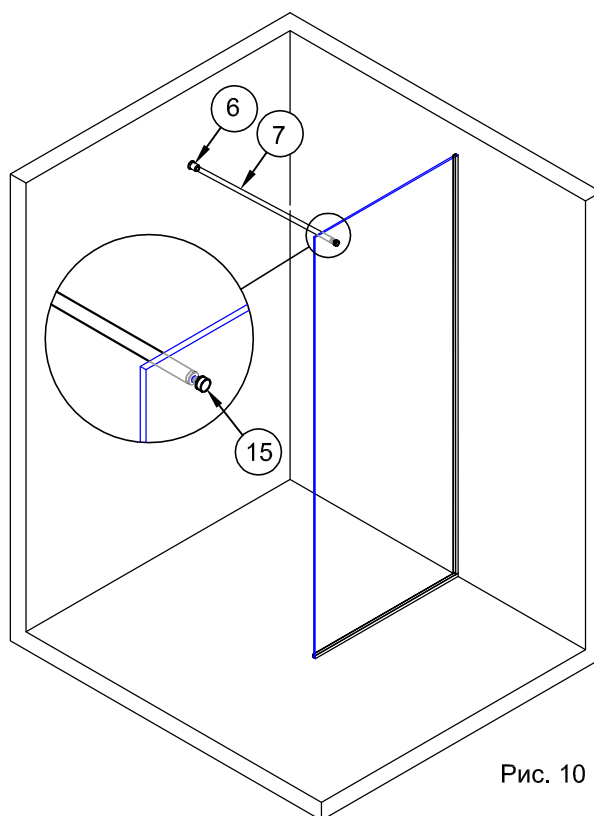

Рис. 10
4.6. Собранный штангу вставить выступающим концом шпильки в отверстие стекла панели. Другой конец штанги завести в держатель штанга-стена №6. Снаружи на шпильку одеть вторую прокладку №14 и зафиксировать штангу на стекле заглушкой №15 (рис.10).